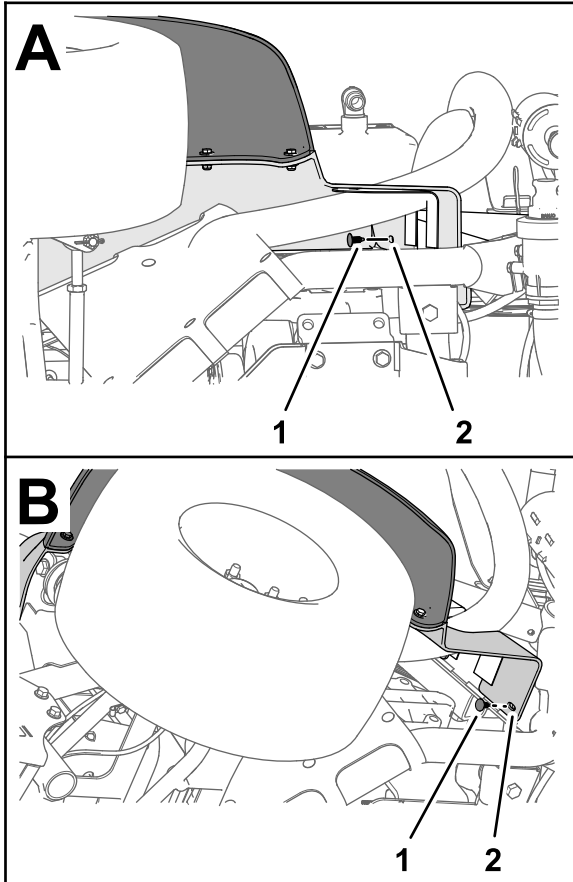

Bild 220
5. Befestigen Sie den Kotflügel mit zwei Eindrückbefestigungen am Rahmenkanal (Bild 220).